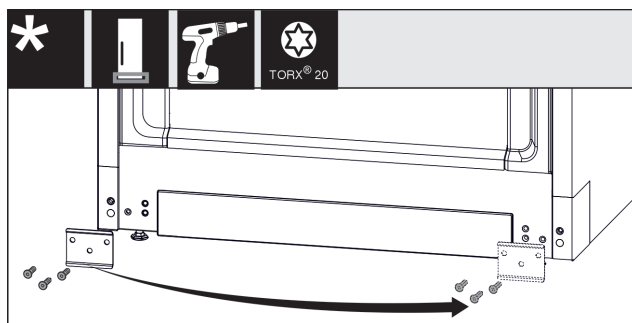

Fig. 19
- Odvrnite lim Fig. 19 (1), premjestite ga na drugu stranu i ponovno pričvrstite.